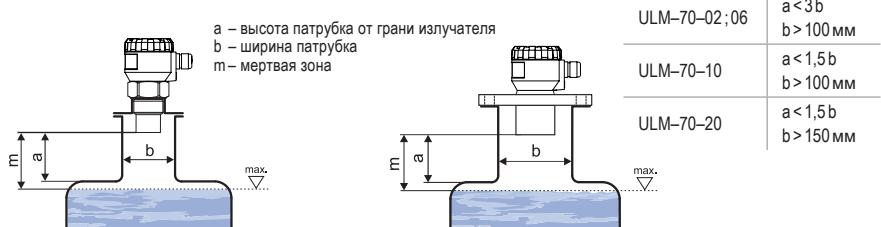

Рис. 4: Инсталляция измерителя уровня во входном патрубке
- Если максимальный уровень среды в резервуаре поднимается до мертвых зон, необходимо установить измеритель уровня в более высокий входной патрубок. Этим способом можно заполнить резервуар практически до максимальной высоты. Внутренняя поверхность патрубка должна быть ровной и гладкой (без граней и сварных швов), внутренний край в месте, где ультразвуковая волна выходит из трубы, должен быть закруглен. Диаметр патрубка выбирать как можно больше, а высоту патрубка - как можно меньше. Рекомендуемые размеры входного патрубка приведены на рис. 4.